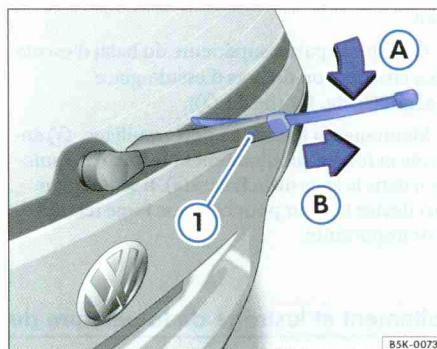

Fig. 167 Remplacement du balai d'essuie-glace arrière.
- Rabattez la partie supérieure du balai d'essuie-glace en direction du bras d'essuie-glace ⇒ page 269, fig. 167 (flèche A).
- Maintenez la touche de déverrouillage ① enfoncée et retirez simultanément le balai d'essuie-glace dans le sens de la flèche B. Il se peut que vous deviez exercer pour cela une force relativement importante.